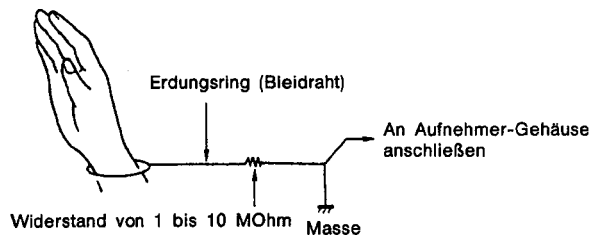

Abb. 11
#### (2) Handhabung des Teile-Mechanismus (Abb. 11)
Bei Arbeiten mit dem Aufnehmer-Mechanismus und dem Teile-Mechanismus, benutzen Sie einen Erdungsring, wie in Abb. 11 dargestellt. (Ein Erdungsring kann aus gewöhnlichem Bleidraht bestehen).